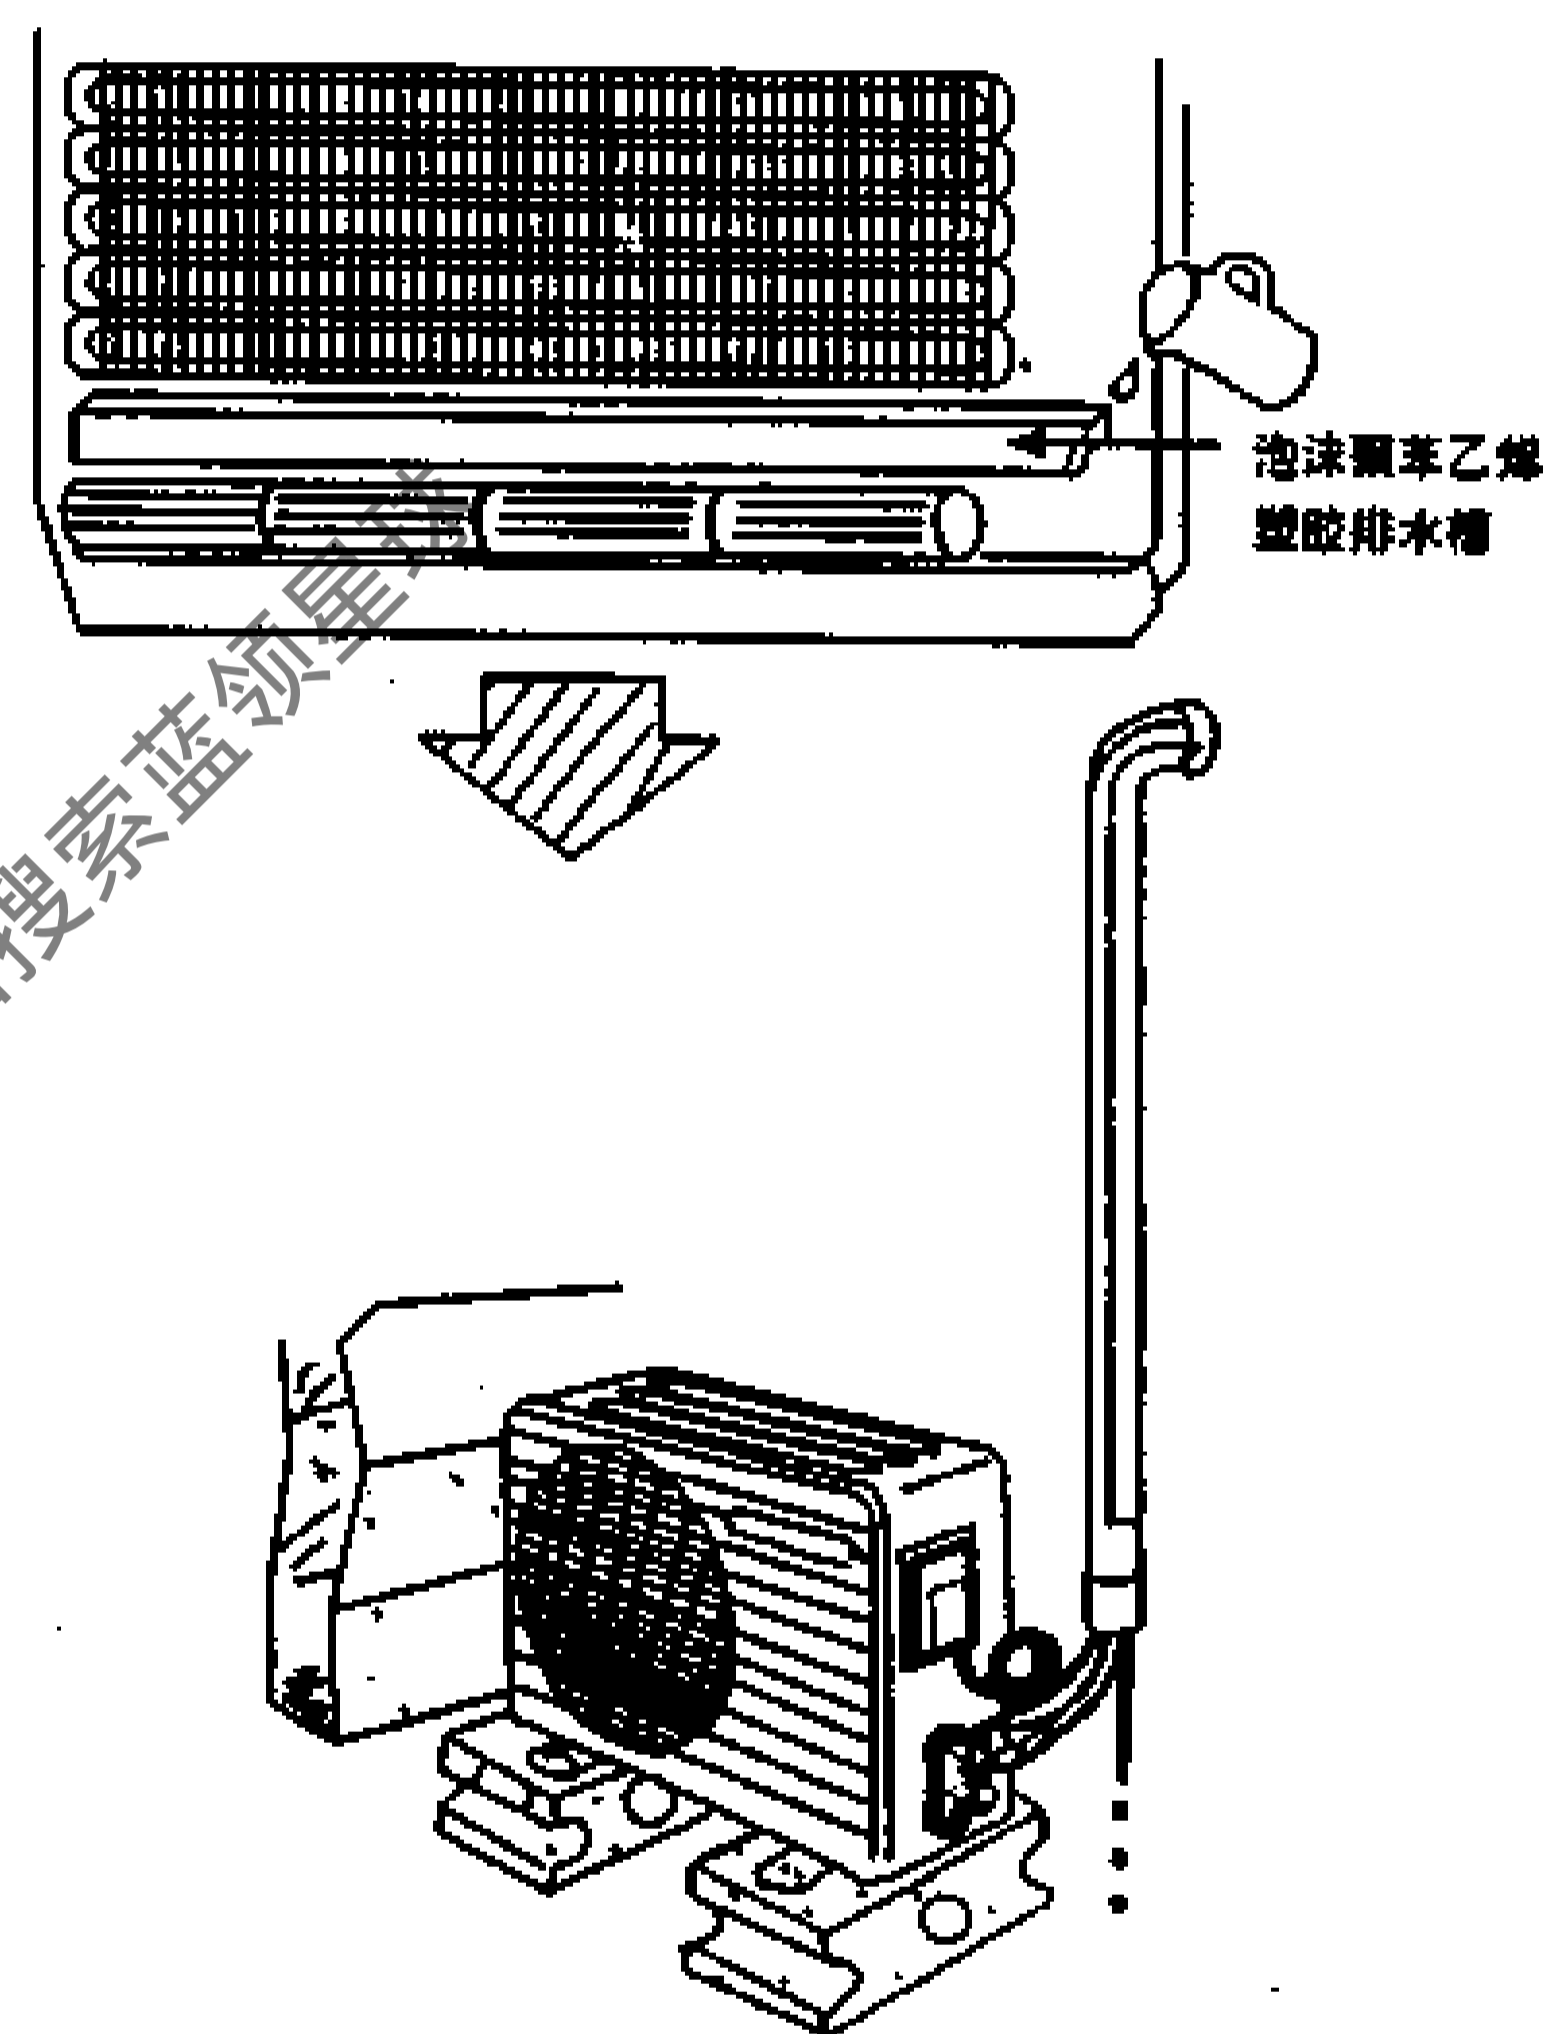

图 8-2-31
(2) 检查排水
- 确认水是否流过室内机的排水孔。如图 8-2-31 所示。